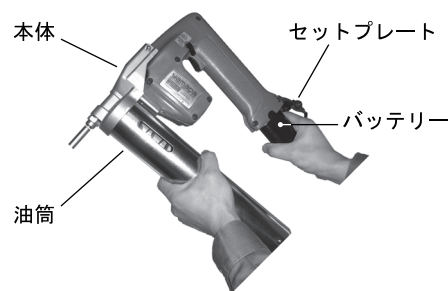

Fig.8
- 次の様な状態のときは、充電器またはバッテリーに故障があると考えられますので、充電器とバッテリーの両方を最寄りの販売店へお持ちください。 ①プラグを電源に差し込んでも表示ライトが『緑』に点滅しない。 ②充電開始後、表示ライトが『赤』に点滅した後、2時間以上たっても充電が完了しない。 ③バッテリーを挿入しても表示ライトが『赤』に点灯または点滅しない。
- 1) バッテリーを取出すときはセットプレート部を開き、バッテリーをしっかり保持して取出してください。(Fig.8)
- ①表示ライトが『緑』の点滅を繰り返します。
- ②バッテリーを充電器の⊕・⊖に合わせ挿入しますと、表示ライトが『赤』に点灯し充電を開始します。
- ③充電が完了すると表示ライトが『緑』の点灯に変わります。充電時間は、約45分です。